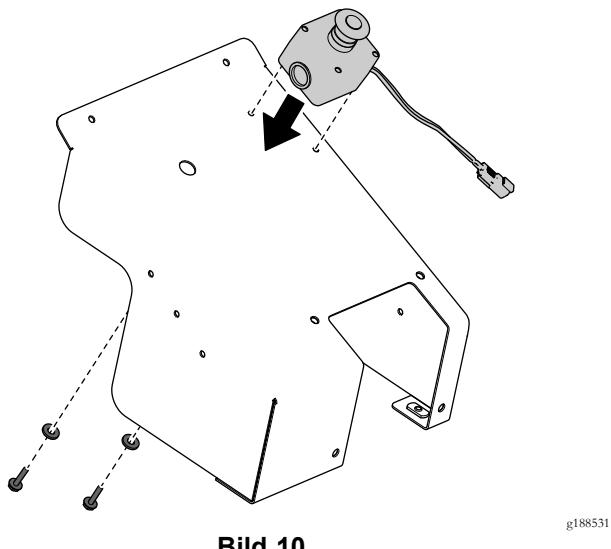

Bild 10
9. Befestigen Sie die vorher entfernte E-Stop-Taste an der Abdeckung (Bild 10).